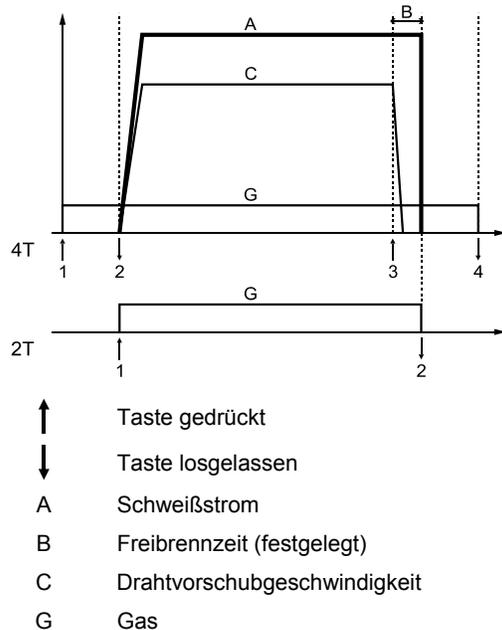

Abb. 4.
14. Brennermodus-Schalter: Ermöglicht die Wahl zwischen dem 2-Schritt oder 4-Schritt Brennermodus. Die Funktionsweise der Modi 2T/4T wird in Abb. 4 dargestellt.